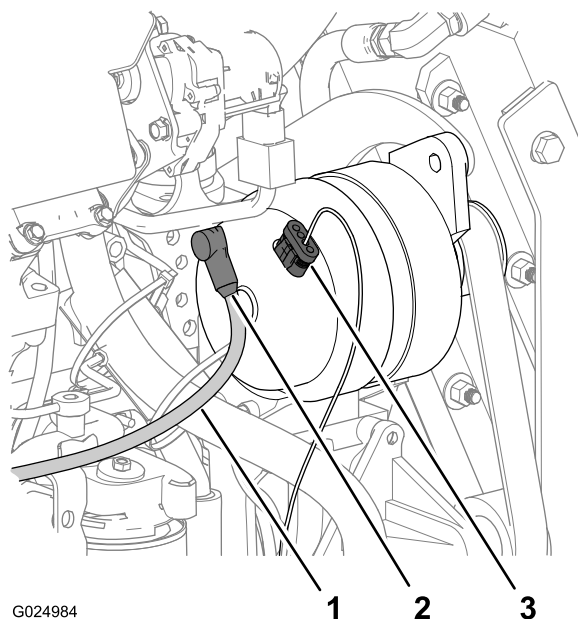

Figura 115
1. Nell'alternatore, fate scorrere il cappuccio via dal morsetto e dal prigioniero sul retro dell'alternatore (Figura 115).
3. Rimuovete il connettore a 4 prese per il filo di rilevamento della tensione dal connettore a 4 pin sopra l'alternatore (Figura 115).
2. Collegare il connettore a 4 prese per il filo di rilevamento della tensione al connettore a 4 pin sopra l'alternatore (Figura 115).
3. Assemblate il morsetto del filo di carica sul prigioniero sul retro dell'alternatore (Figura 115).
5. Allineate il cappuccio del filo di carica sul morsetto e sul prigioniero (Figura 115).